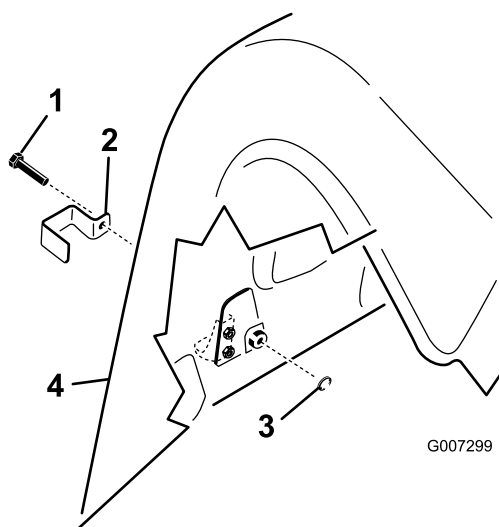

図 15
1. プロコア 864 では、左右の後下フードのと上フードの各ラッチに、タップ・ボルト（全部で4本）を使ってロック用ブラケットを取り付ける（図 15）。
2. プロコア 1298 では、後下フードの全部のラッチと左右の後カバーの外側上フードラッチに、タップ・ボルト（各コアリング・ヘッドに3本、全部で6本）を使ってロック用ブラケットを取り付ける（図 15）。
3. Uプライヤかモンキー・レンチを使って、内部ロック・ワッシャを各ボルトに入れて（1山か2山）ラッチを固定する（図 15）。